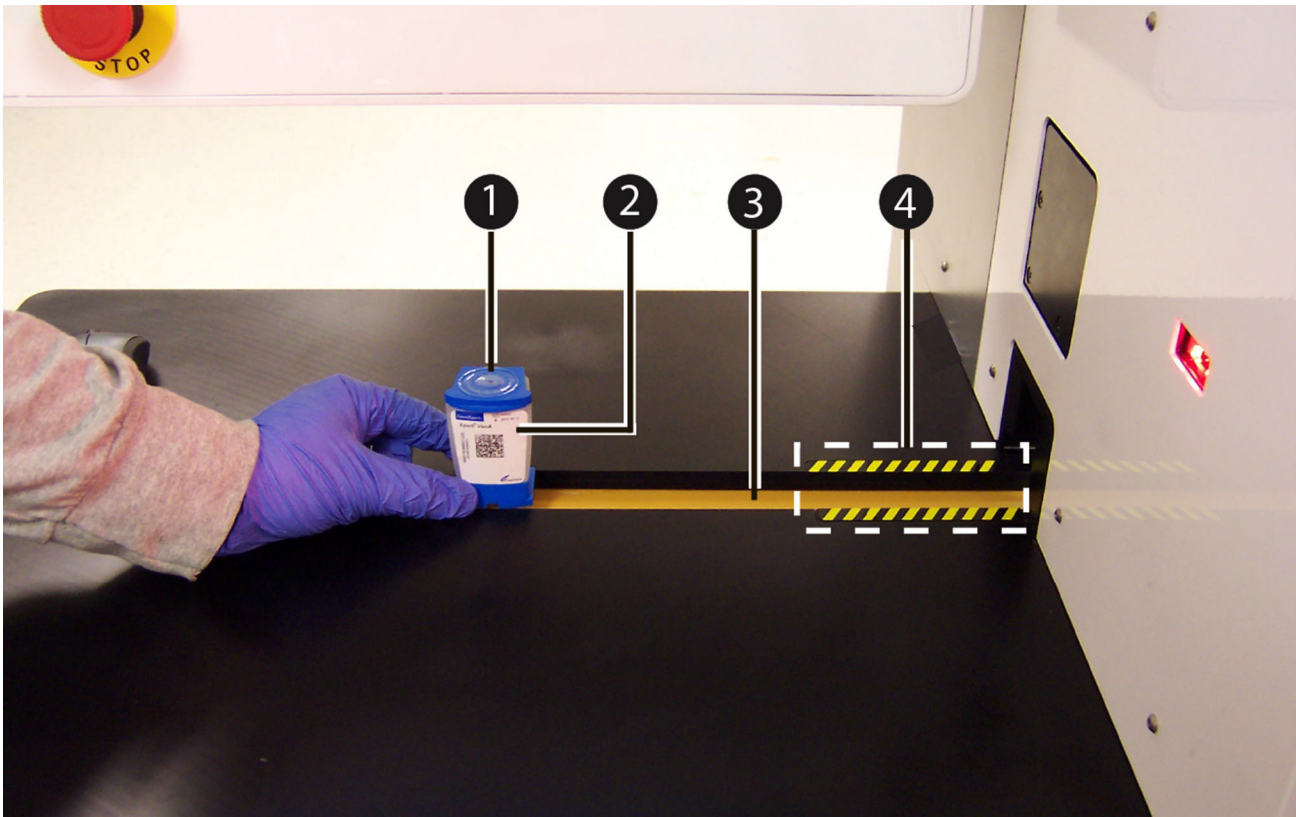

Figura 5-169. Colocar o cartucho no tapete rolante
- Tal como indicado na área de trabalho Order Test (Pedir teste) – Load Cartridge (Carregar cartucho) (ver Figura 5-168) e ilustrado na Figura 5-169, carregue (ou coloque) o cartucho (item n.º 1) na zona de carregamento do tapete rolante (item n.º 3), fora das riscas amarelas e pretas (item n.º 4). Certifique-se de que coloca o cartucho no tapete rolante com a etiqueta (item n.º 2) virada para si. O tapete rolante desloca o cartucho para dentro do sistema. O gantry coloca o cartucho num módulo GeneXpert disponível.